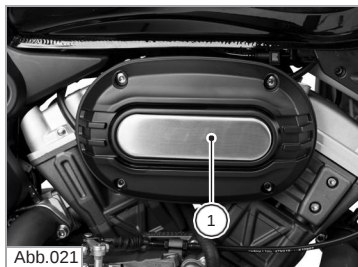

Abb.021
- Um an den Luftfilter zu gelangen, entfernen Sie die linke Schutzabdeckung (1) (siehe Abb. 021).